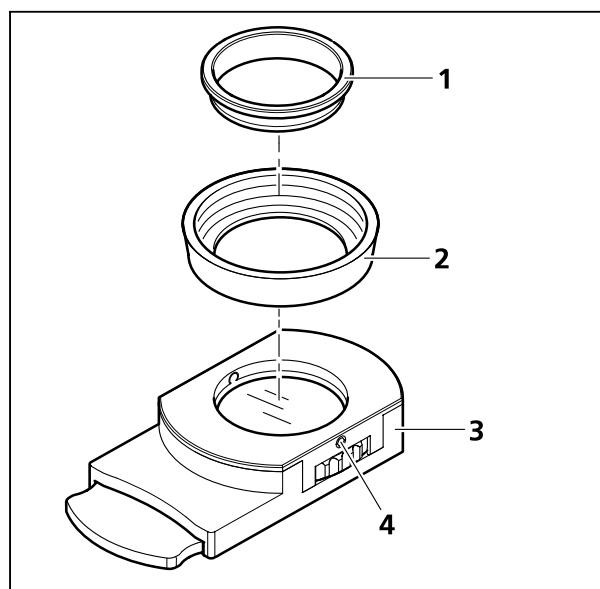

Figura 10 Colocar o anel roscado na corrediça
- Virar a corrediça (Figura 10/3). Afrouxar o parafuso de aperto (Figura 10/4) do anel de retenção e retirar o anel de retenção (Figura 10/1) para cima.
- Colocar o anel roscado (Figura 10/2), com seu lado superior para baixo, na corrediça (Figura 10/3).
- Pôr o anel de retenção (Figura 10/1) na corrediça e apertá-lo mediante o parafuso de aperto (Figura 10/4).